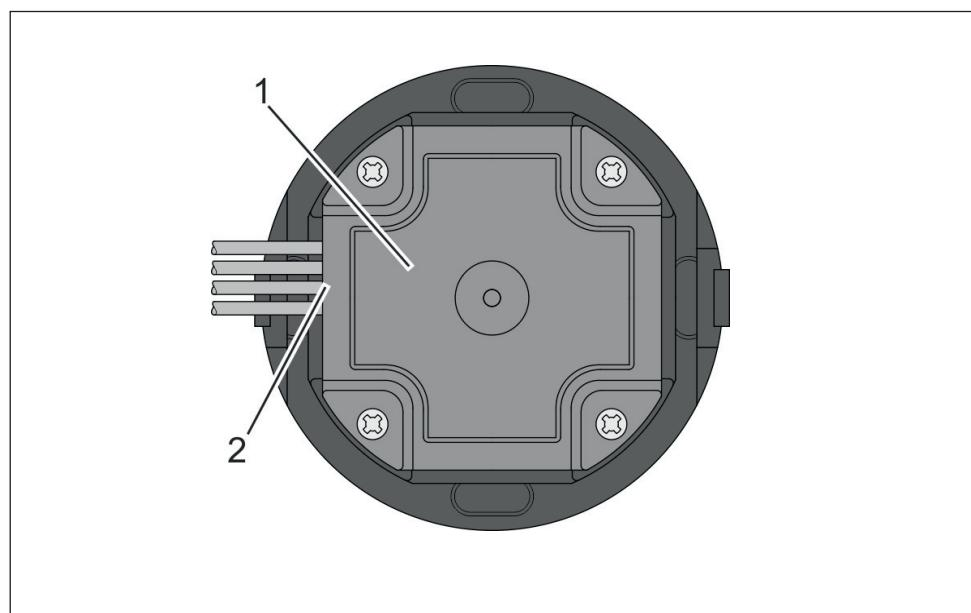

Fig. 11 : Vue arrière du WT 210 / WT 210 BLE avec câble
4. Visser le recouvrement sur la face arrière du WT 210 / WT 210 BLE (Fig. 11/1).
Passer les câbles (Fig. 11/2) sur le côté des passages de câble rembourrés.